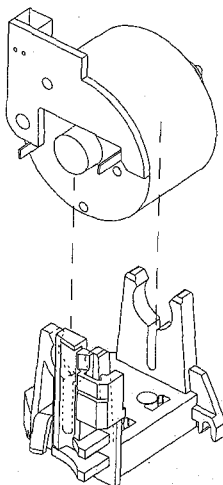

Fig. 6
- Remove the threading motor from the motor supports (fig. 6).
- Den Fädelmotor aus den Motorhalterungen herausnehmen (Abb. 6).
- Sortir le moteur d'enroulement de son berceau (fig. 6).